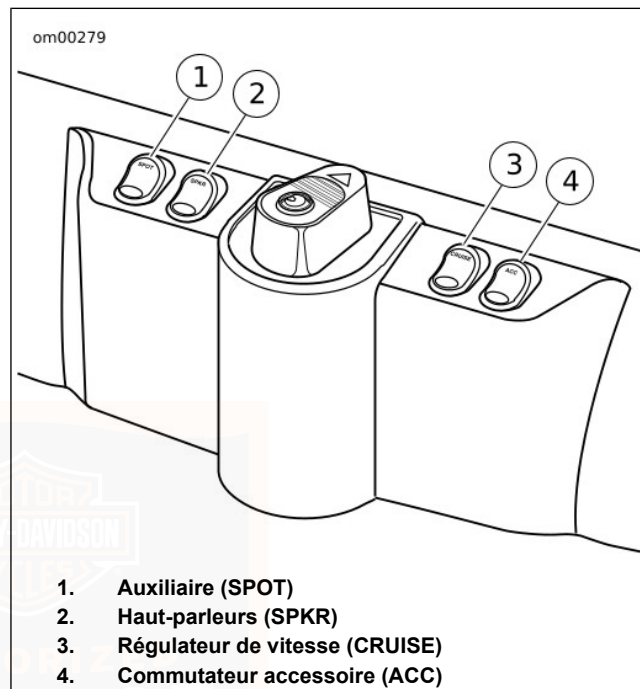

Figure 20. Commutateurs
Voir Figure 20. Tous les modèles Touring sont équipés d'un commutateur pour accessoires (4) destiné à l'utilisation du propriétaire. Il se trouve sur le côté droit du carénage (FLHT) ou sur le côté gauche du carénage de collier triple (FLHR).
Voir Figure 20. Utiliser le commutateur de feu auxiliaire (1) pour mettre en MARCHE les feux auxiliaires selon les besoins.